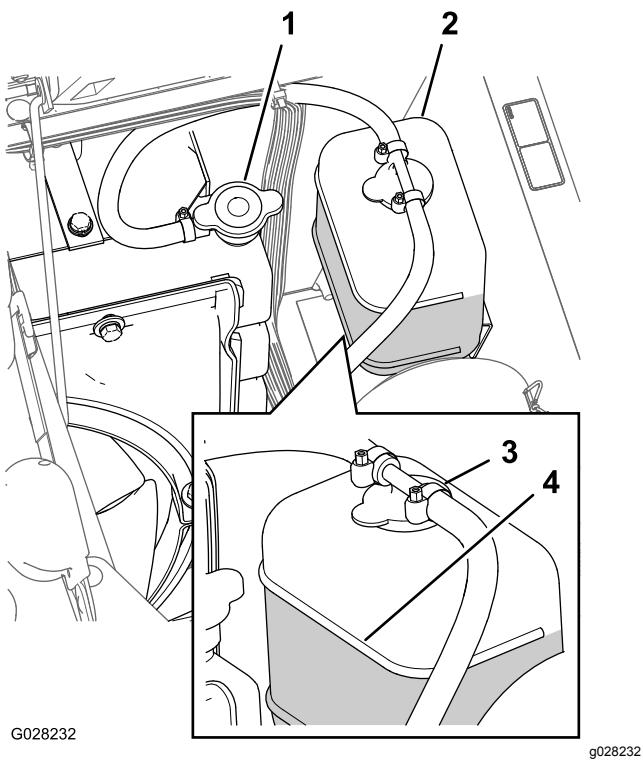

图 90
3. 小心拆下散热器盖和膨胀水箱盖 图 90。
- 注意** 散热器中的冷却液应添加至加油颈的顶部而膨胀水箱中的冷却液应添加至水箱上的“已满”标记处图 90。
- 5. 如果冷却液液位较低请拆下膨胀水箱盖和散热器盖然后将膨胀水箱添加至“已满”标记处将散热器添加至加油颈的顶部图 90。
- 6. 安装散热器盖和膨胀水箱盖图 90。
2. 发动机冷却后拆下散热器盖图 90。
6. 拆下散热器盖图 90。
8. 在散热器上的盖子松开的情况下启动发动机图 90。
10. 冷却液变热之后把冷却液液位添加至盖子的密封面处盖紧盖子(图 90)。
11. 打开膨胀水箱盖向水箱添加冷却液至“冷”位置图 90。